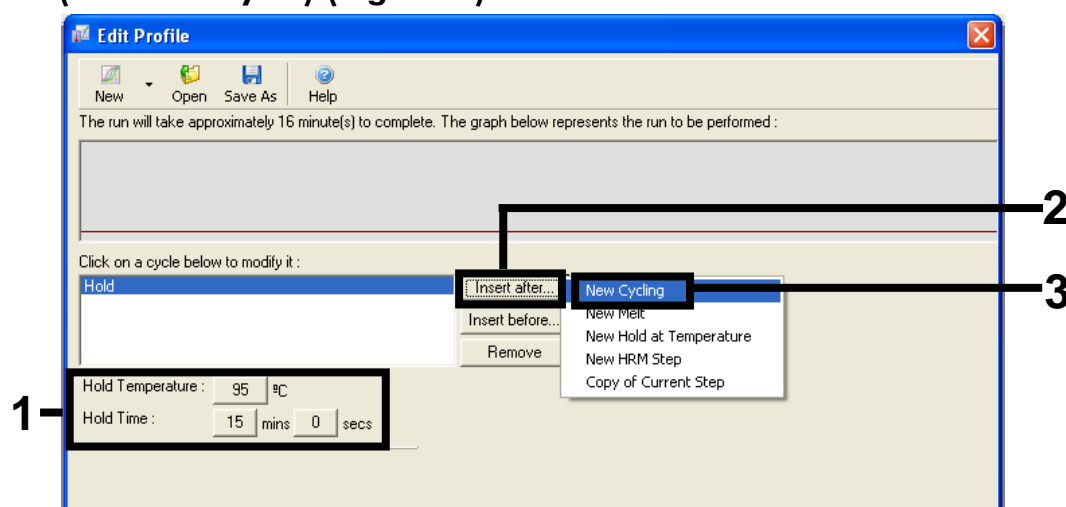

Figure 5. Étape d'incubation initiale à 95 °C.
Amplification de l'ADN	Figures 5 à 7
8. Régler « Hold Temperature » (température d'attente) sur 95 °C et « Hold Time » (temps d'attente) sur 15 min. Cliquer sur le bouton « Insert After » (insérer après), puis sélectionner New Cycling (nouveau cycle) (Figure 5).